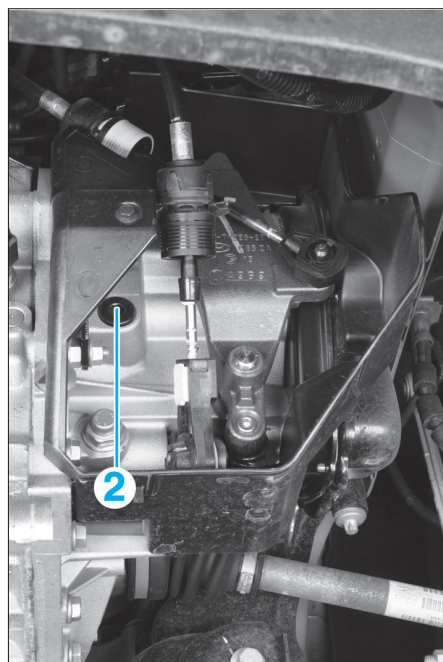

Fig. 2
- Déposer le bouchon (2) (Fig.2).